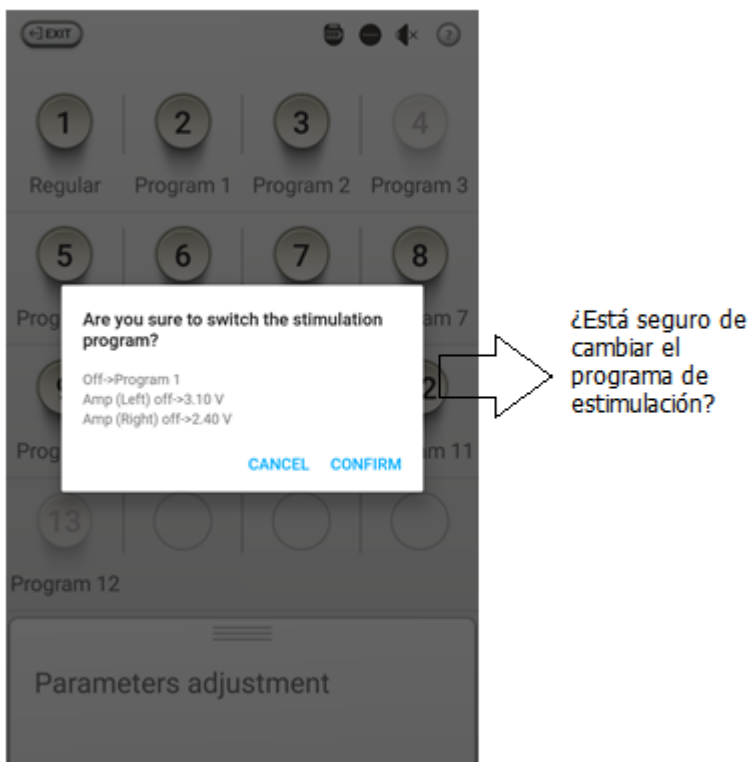

FIGURA 27: Confirmación del cambio de programa de estimulación. \*
11. Haga clic en CONFIRMAR cuando se verifique que la información de conmutación sea correcta (Figura 27);